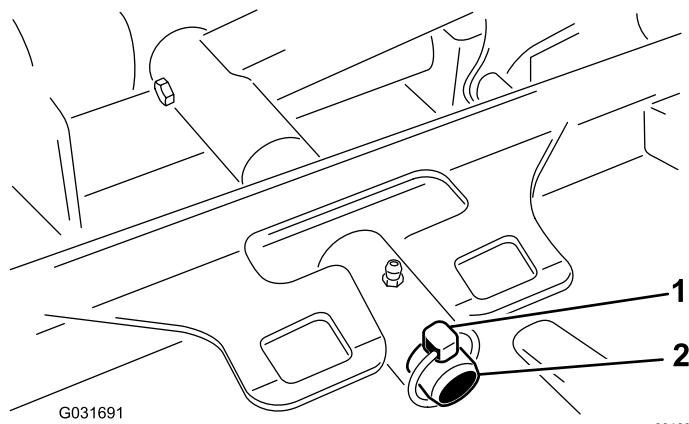

図 93
3. デッキのキャリアフレームを昇降アームのピボットピンに固定しているリンチピンを外す図93。
3. デッキのキャリアフレームを昇降アームのピボットピンに入れ、リンチピンで固定する図93。